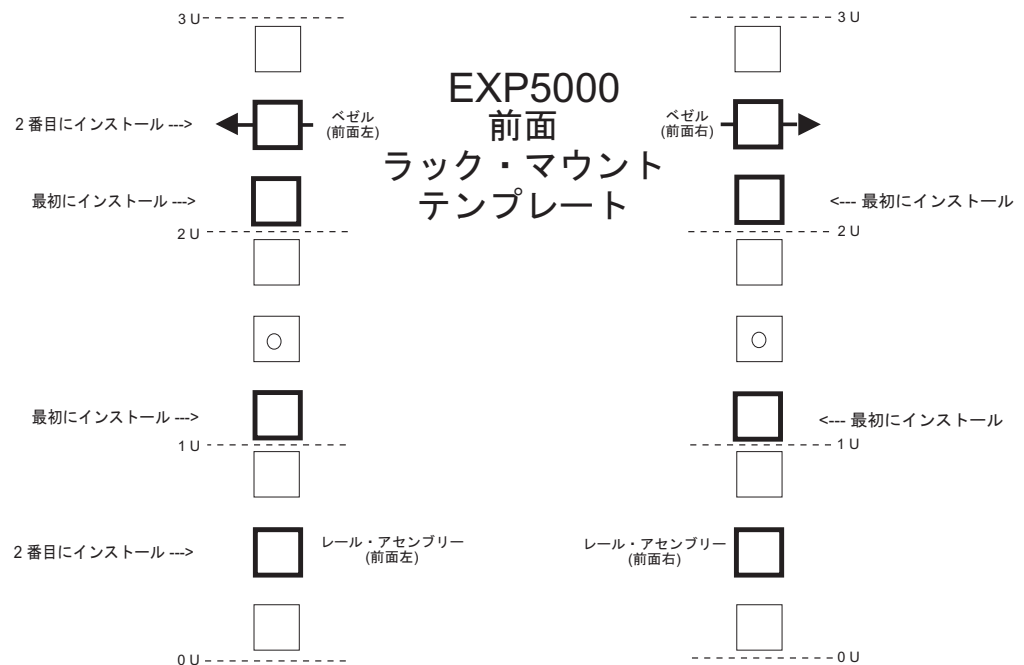
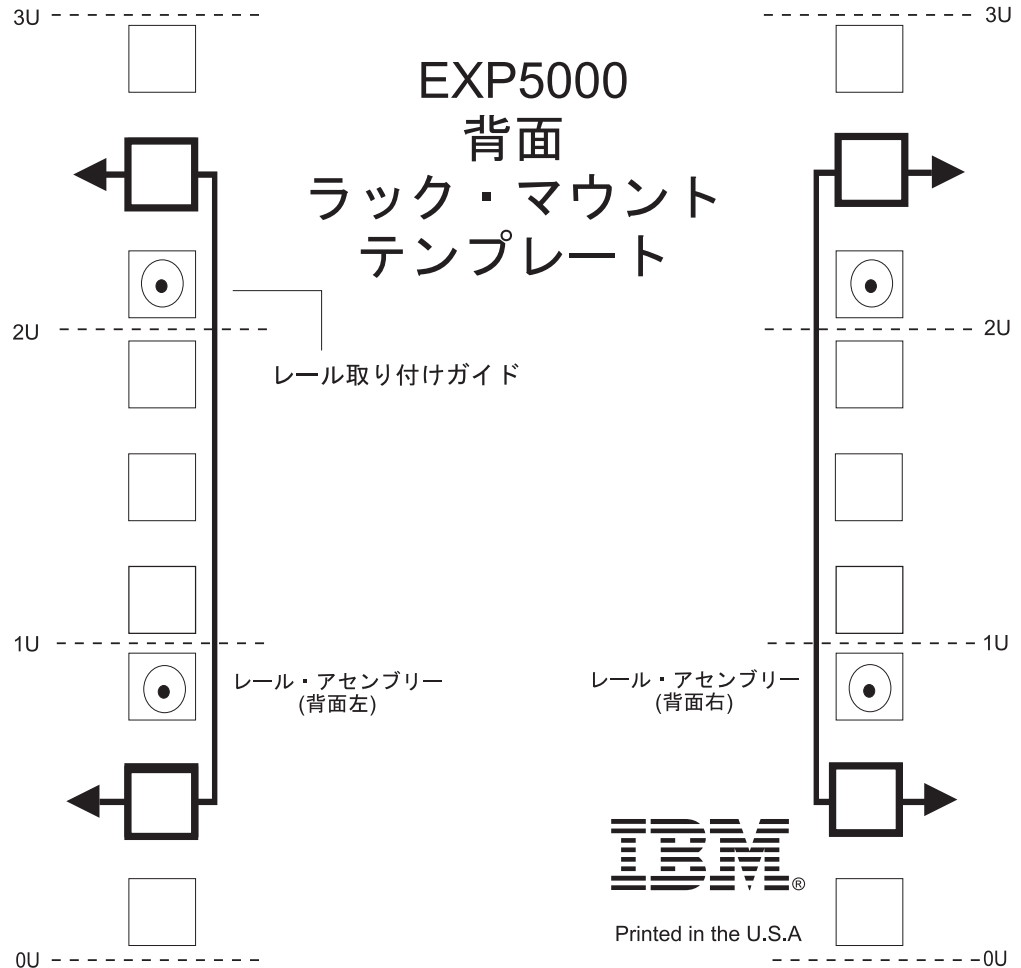

図 9. 前面用ラック・マウント・テンプレート
図 10. 背面用ラック・マウント・テンプレート
サポート・レールと EXP5000 をラックにマウントする際に M5 ねじを挿入する場合は、次のテンプレート (図 9 および 28 ページの図 10) を使用して、正しい位置を確認してください。テンプレートでは、M5 ねじの位置が強調表示されています。
重要: 27 ページの図 9 および 28 ページの図 10 に提供されているラック・マウント・テンプレートを使用して、サポート・レールをラックに取り付ける正しいラック・マウント・ホールを見つけてください。
6. ラック・マウント・フランジの内側に対して、レールの背面を保持します。レールの取り付けガイド・ピンが、正しいホールにあることを確認します。図に関しては、28 ページの図 10 を参照してください。
7. 5/16 (8 mm) 六角ナット・ドライバーを使用して、2 個の M5 ねじ (2) をしっかり締めます。
注: 27 ページの図 9 の「最初にインストール」のラベルの付いたねじを取り付けたことを確認してください。